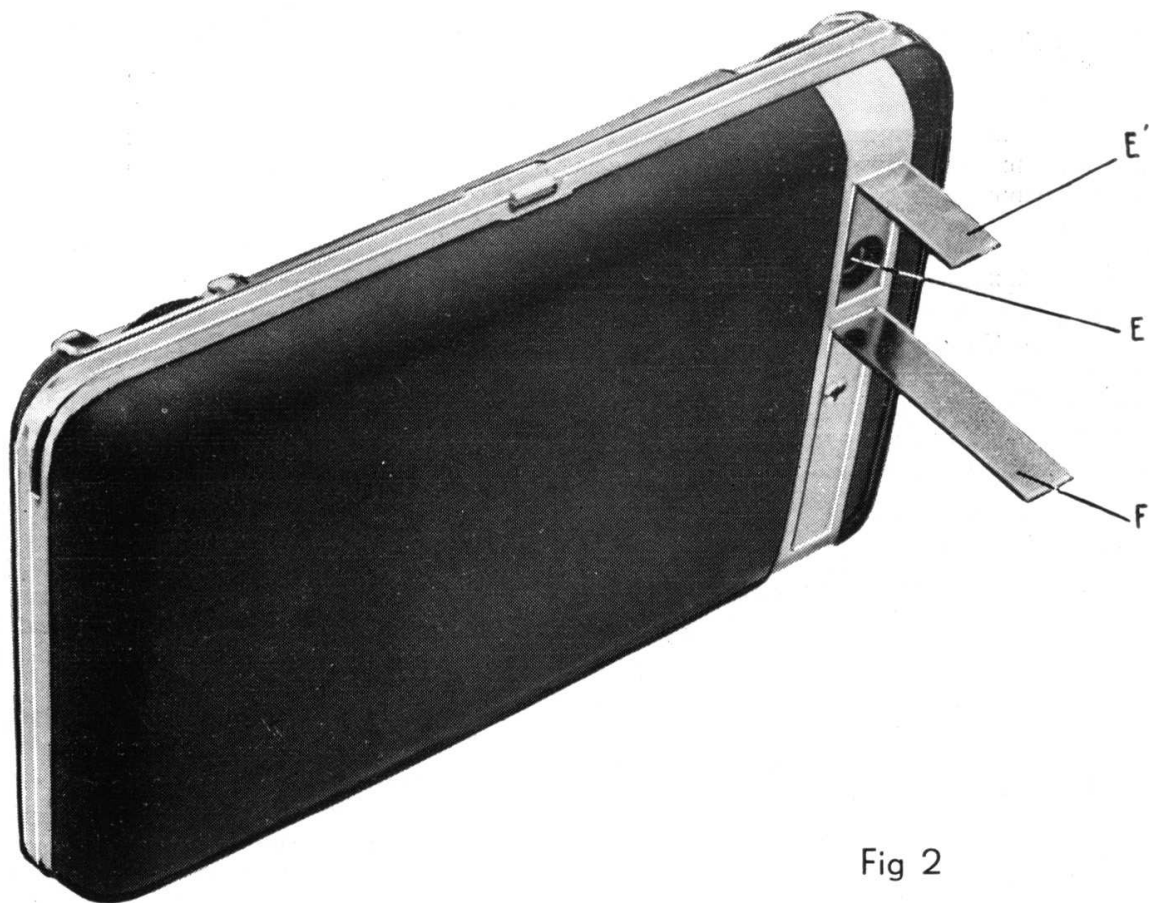

Fig 2
§ 6. Ecouteur miniature (E). — **Figure 2.**
§ 8. Béquille F. — **Figure 2.**